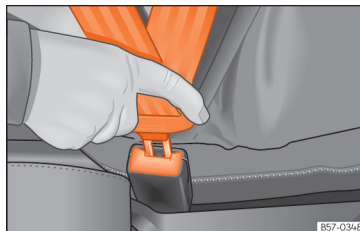

Fig. 10 Inserir a lingueta do cinto de segurança no fecho correspondente.
- Encaixe a lingueta no fecho do respetivo banco » » **Fig. 10.**